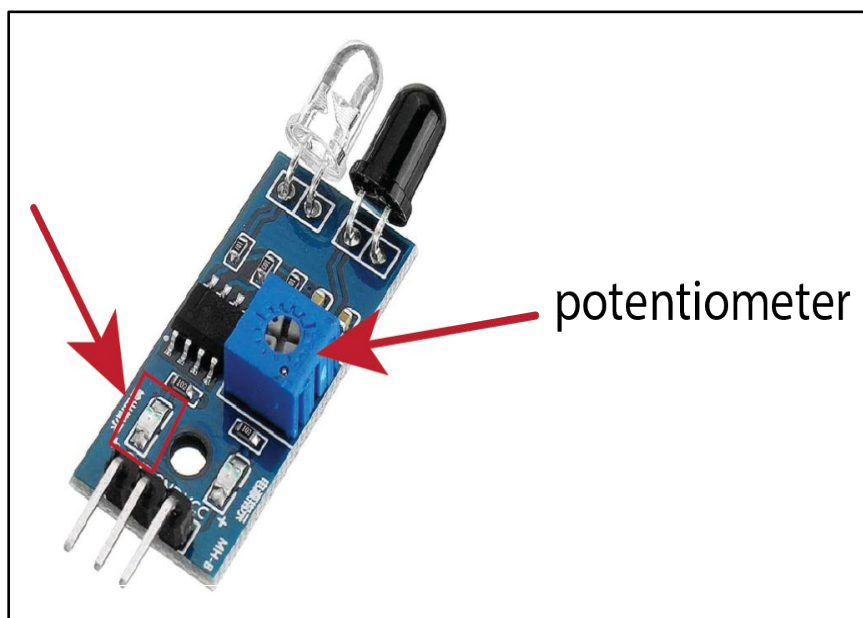

图 33: 当 Raspberry Pi 开机后，电源应该成功地供给全部 9 根光电二极管，此时每根光电二极管电路板上最右侧的红色 LED 灯珠都应亮起，以表示它们已获得电源。
- c. 如果光电二极管正确连接，那么每根光电二极管电路板上最右侧的红色 LED 灯珠都会亮起（参见图 33），表示它们正在接收电源。